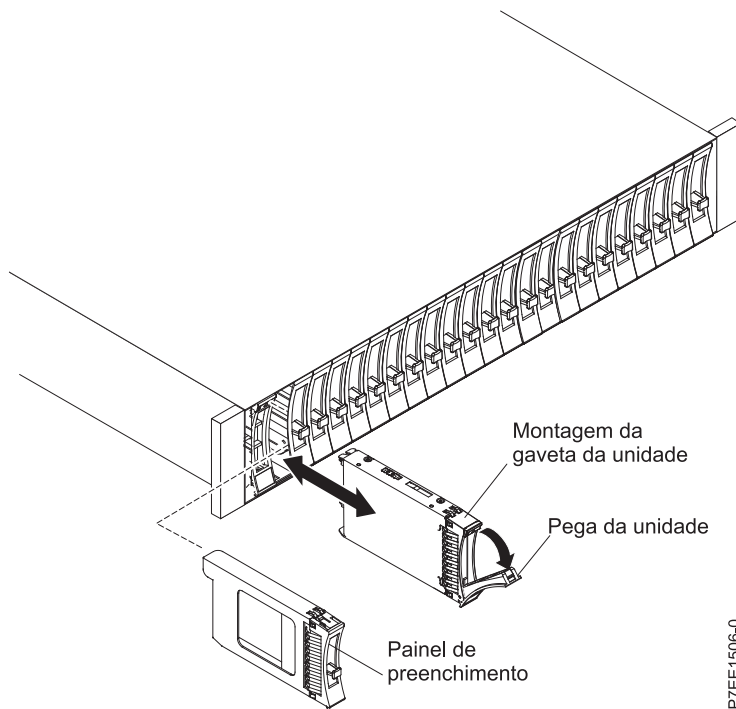

Figura 36. Remover uma unidade do 5887 suporte de unidades de disco
5. Segure a parte anterior da unidade e puxe-a para fora da ranhura, certificando-se de que suporta a parte inferior da unidade como mostrado na Figura 36 na página 40.